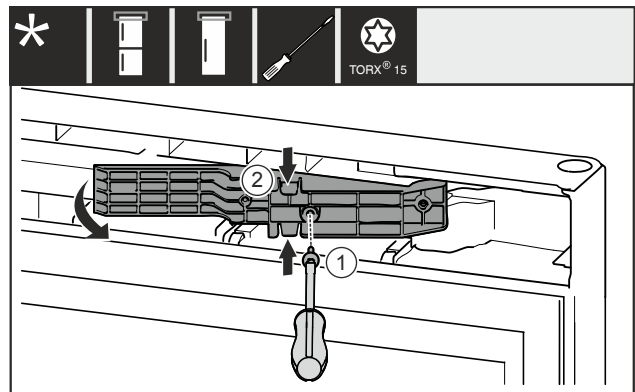

Fig. 14 *
- Schraube Fig. 14 (1) entfernen.*
- Adapterstück Fig. 14 (2) oben und unten leicht zusammenendrücken und herausziehen.*